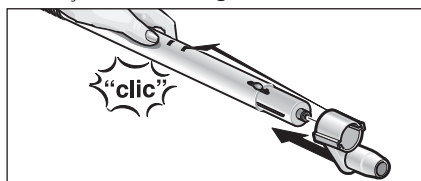

Fig. 4: Fixarea cârligului de parcare
- Împingeți cârligul de parcare (G4) pe țeava de prelungire inferioară, până la blocarea acestuia în locașul (G2) (vezi fig. 4).